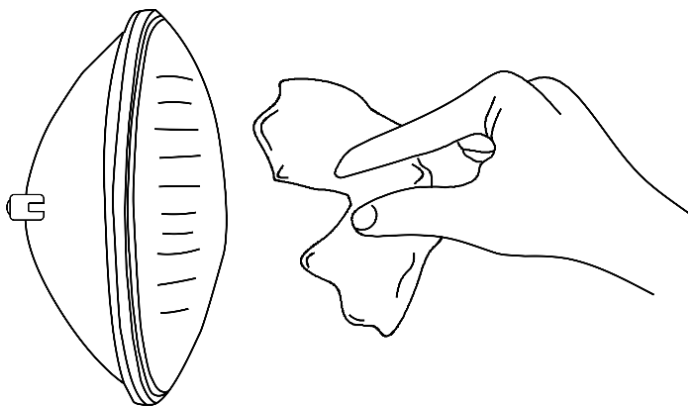

Fig. 05
- 05) Take the new lamp out of the box (fig. 05).